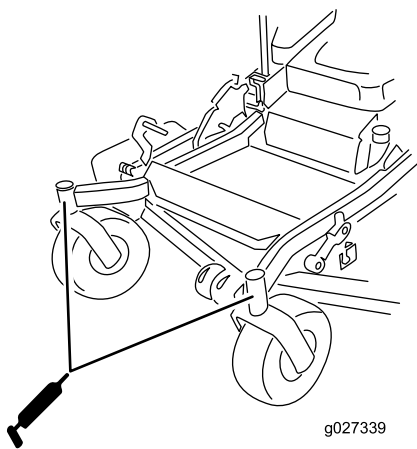

Figura 52
11. Instale el tapón hexagonal y la tapa (Figura 52).
12. Engrase los cojinetes de las ruedas giratorias (Figura 52).